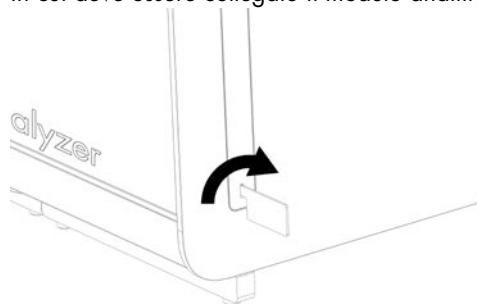

Figura 13. Rimozione dei coperchi di protezione.
- 1.e. Rimuovere i coperchi di protezione dal lato del modulo analitico, vale a dire il punto in cui deve essere collegato il modulo analitico aggiuntivo (Figura 13).